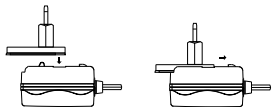

Abb. 2
1. im Uhrzeigersinn, bis er in seiner Position einrastet (Abb. 2).